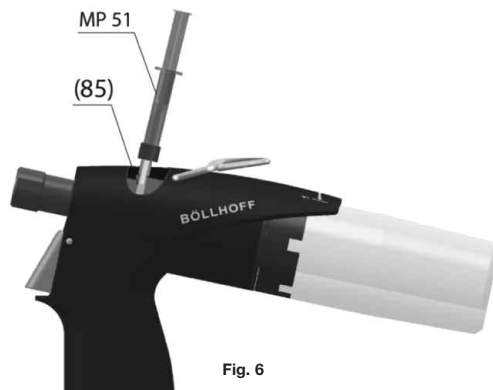

Fig. 6
- 6- Desplazar el émbolo de la jeringa MP51 (fig. 6) varias veces para reponer el nivel del aceite y simplificar la extracción del aire presente en el aceite.